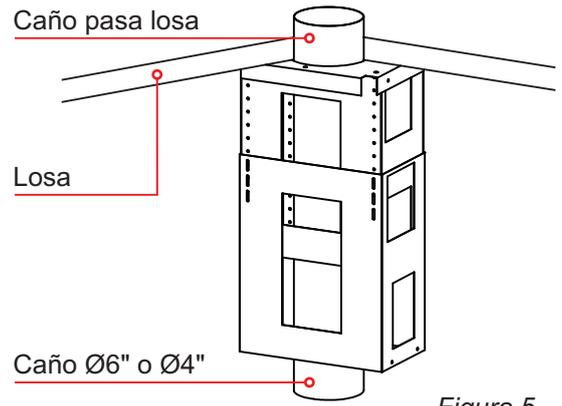

Figura 5
Paso 4: Coloque un caño galvanizado (no incluido) de Ø6" o Ø4" en el caño pasa losa. El caño debe llegar hasta el borde inferior de la estructura inferior. Al perforar la pared y/o instalar los tubos de salida, cuide que no caigan restos de mampostería o polvillo dentro del extractor, ya que pueden dañar las turbinas y/o el motor. Selle las uniones para evitar pérdidas de aire. (ver figura 5)